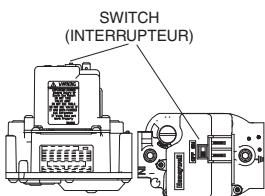

Figure 1
6. Move the gas control switch to the "OFF" position. (See Figure 1)
7. Wait five (5) minutes to clear out any gas. Then smell for gas, including near the floor. If you smell gas, STOP! Follow "B" in above information. If you don't smell gas, go to the next step.
8. Move the gas control switch to the "ON" position. (See Figure 1)
4. Move the gas control switch to the "OFF" position. Do not use force. (See Figure 1)
6. Réglez l'interrupteur de commande du gaz à la position "OFF". (voir Figure 1).
7. Attendre cinq (5) minutes pour s'assurer de la dissipation du gaz.
8. Réglez l'interrupteur de commande du gaz à la position "ON". (voir Figure 1).
4. Réglez l'interrupteur de commande du gaz à la position "OFF". Ne forcez pas. (voir Figure 1).